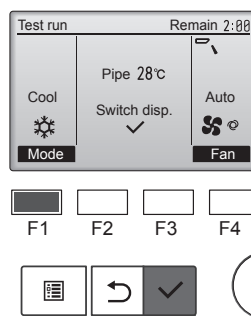

Fig. 7-3
- (1) Trykk på [F1] for å endre driftsmodus. (Fig. 7-3)